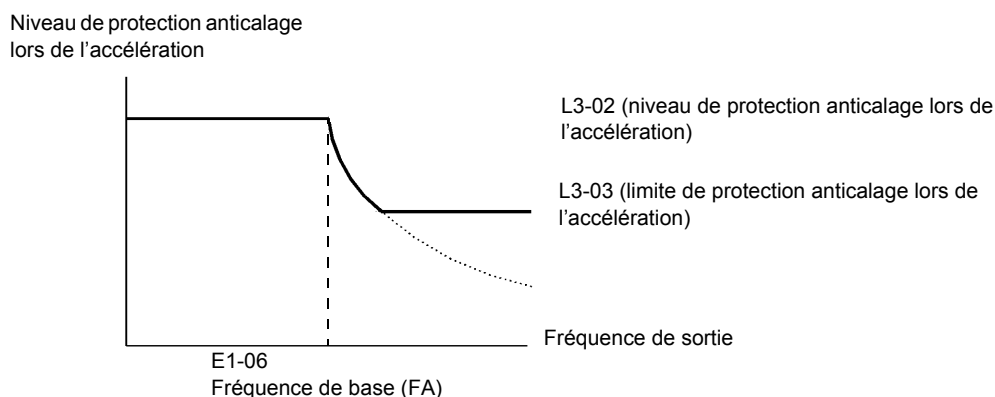

Fig. 6.27 Niveau et limite de protection anticalage lors de l'accélération
- Si vous utilisez le moteur dans la plage de puissance constante, la valeur de L3-02 est automatiquement réduite pour éviter le calage. L3-03 est la valeur limite pour éviter une diminution excessive du niveau de protection anticalage dans la plage de puissance constante (reportez-vous à la Fig. 6.27).